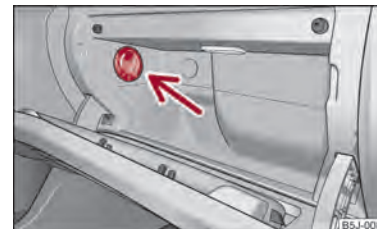

Fig. 68 Compartimento guardaobjetos: manejo de la refrigeración
- Con el conmutador giratorio ⇒ fig. 68 conecta o desconecta la refrigeración.